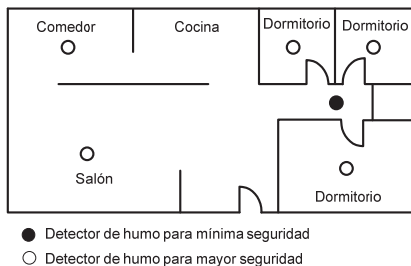

Figura 1: Ubicaciones de instalación para detectores de humo y calor en casas o apartamentos unifamiliares con una sola zona de dormitorio
- Instalar el detector de humo y calor en el pasillo, fuera de las distintas zonas de dormitorios (*ver la Figura 1*). Se necesitan dos detectores en una construcción con dos zonas de dormitorios.